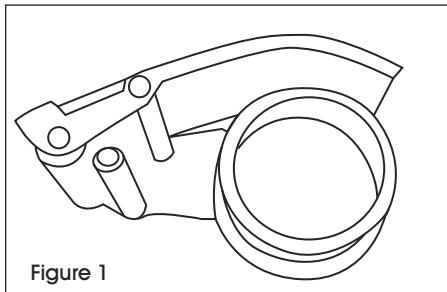

Figure 1
1. Placez le dévidoir sur une surface plane. (Voir Figure 1)